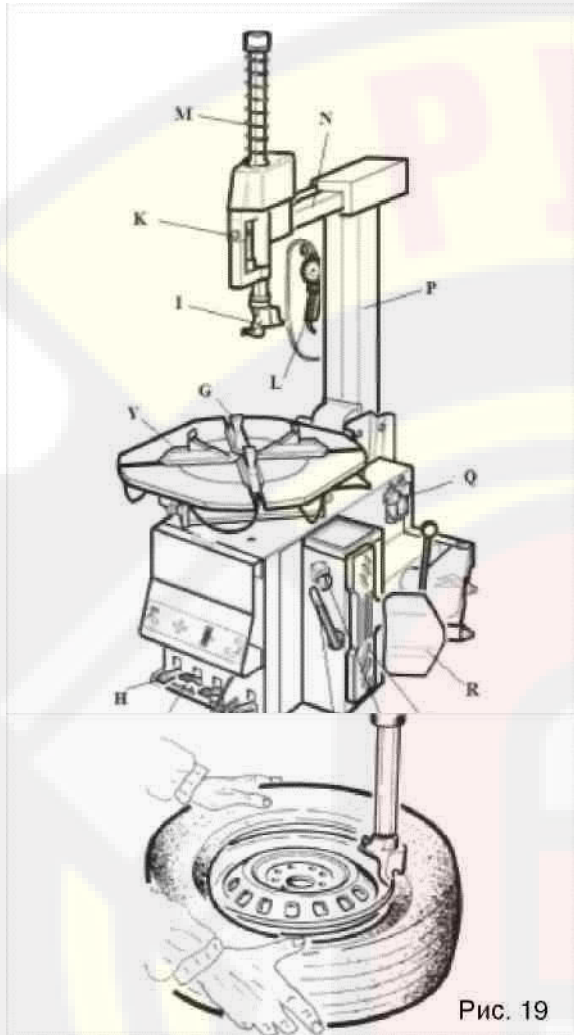

Рис. 19
- Вдавлив руками борт шины в желобок обода колеса, нажатием педали (Z) вращайте поворотную платформу по часовой стрелке. Продолжайте эту операцию до полного прохождения всей окружности обода (Рис. 19).